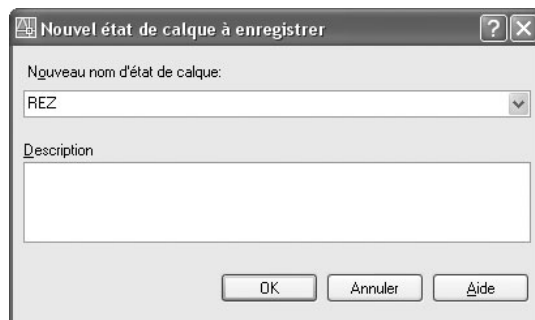

Fig.2.8
- 2 Cliquez sur **Nouveau** (New) puis entrer un nom dans le champ **Nouveau nom d'état de calque** (New Layer State Name). Par exemple : Rez (fig.2.8).